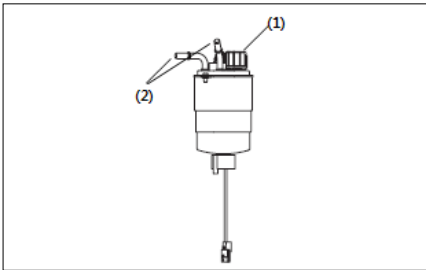

Рис. 5-1.
Ослабьте ручной насос на 2 ~ 3 оборота до тех пор, пока ручной насос не выйдет вверх (рис. 5-1, (1)).
Надавите на насос рукой, пока масло не выйдет. При этой операции все топливные шланги должны быть подсоединены. (Рис. 5-1, (2))